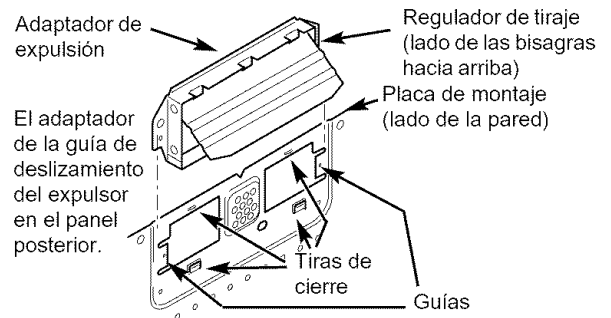

Figura 29
- Con cuidado lleve el adaptador del expulsor, ahora agregado a la placa de montaje, en el alojamiento del ducto antes de usar los tornillos para ajustar la placa a la pared. Esto asegurará el correcto alineamiento para la instalación. Vea la **Figura 29**.